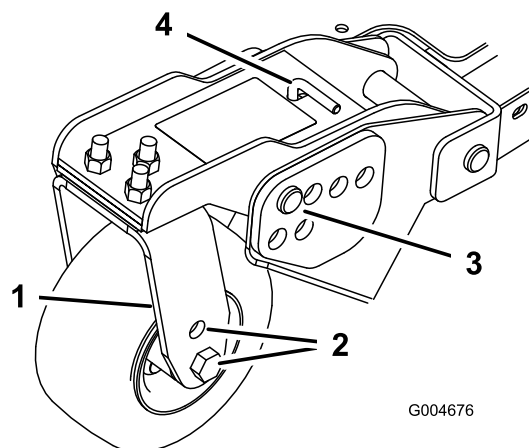
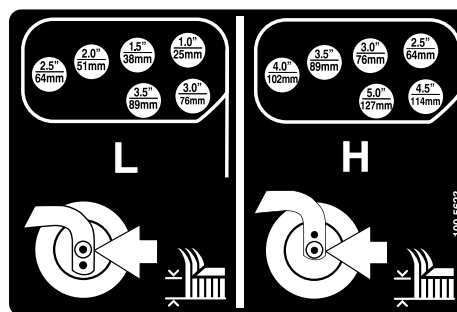

Figura 23
Figura 24
1. Posizionate gli assali delle ruote orientabili negli stessi fori di tutte le forcelle (Figura 21 e Figura 23).
5. Togliete la coppiglia ed i perni con testa dai bracci di rotazione delle ruote orientabili (Figura 23).
6. Girate il tenditore per alzare o abbassare il braccio di rotazione finché i fori non sono allineati con i fori della staffa dell'altezza di taglio selezionati, nel telaio del piatto di taglio (Figura 23 e Figura 24).